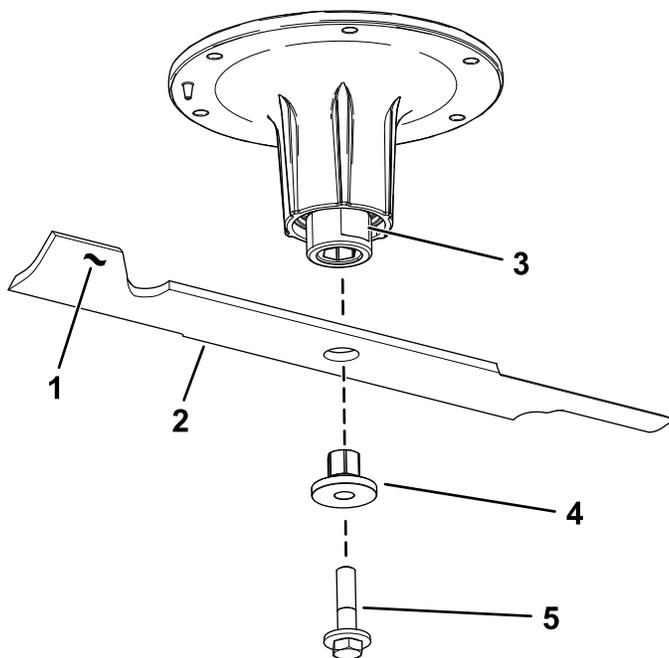

Figura 3
2. Rimuovete il bullone della lama, la boccola e la lama dall'albero del mandrino (Figura 3).